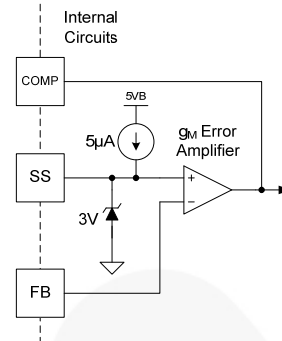

图 27. FAN9611 误差放大器配置
利用外部电路为 FAN9611 实现该功能非常简单，因为软启动 (SS) 引脚提供误差放大器参考电压（正输入），如图 27 所示在 FAN9611 架构中，转换器的功率与 COMP 引脚上的电压（减去一个很小的偏移电压）成正比通过监控 COMP 引脚上的电压，可以确定电源的工作功率因此，可以调低 SS 引脚上的电压，以获得所需的低输出电压。